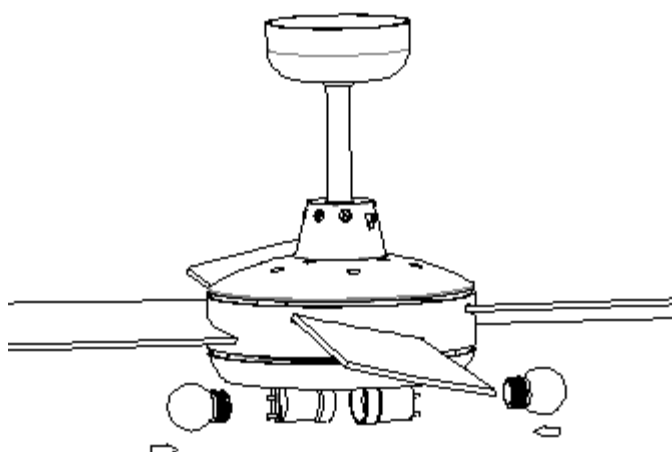

Fig. 8
7. Insérez et fixez les luminaires (Fig.8).